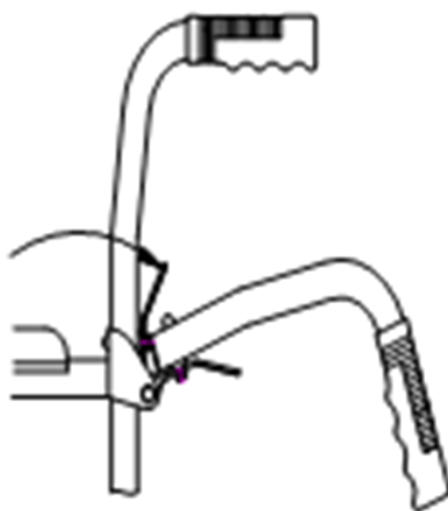

Figura 8
- Si compra una silla de ruedas equipada con un reposabrazos trasero plegable en forma de E, sostenga ligeramente la manija trasera con una mano mientras la pliega y tire de la manija de plegado hacia atrás con la otra mano hasta que el pasador se libere del chasis y la manija trasera pueda plegarse hacia abajo; al volver a colocarla, simplemente gire la manija hacia arriba hasta que quede en la posición de reposo para bloquearla y fijarla en su lugar. (Ver figura 8).